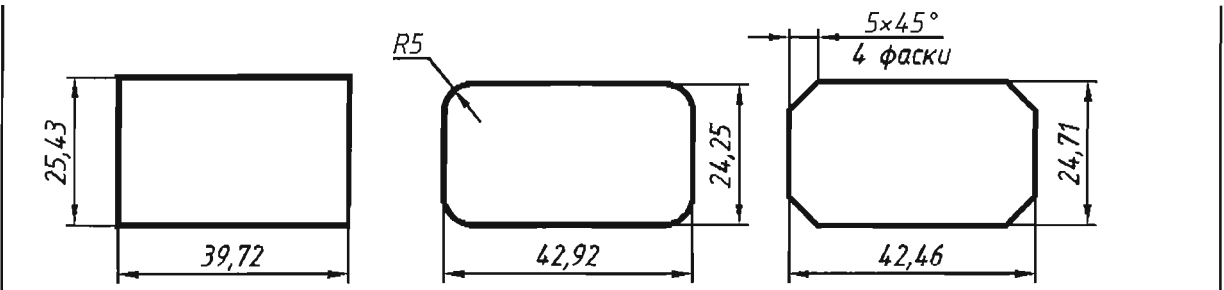

Рис. 4.4. Варианты построения прямоугольников
4.2.5. Построить заданные фигуры (рис. 4.4), проставить размеры, сгруппировать.